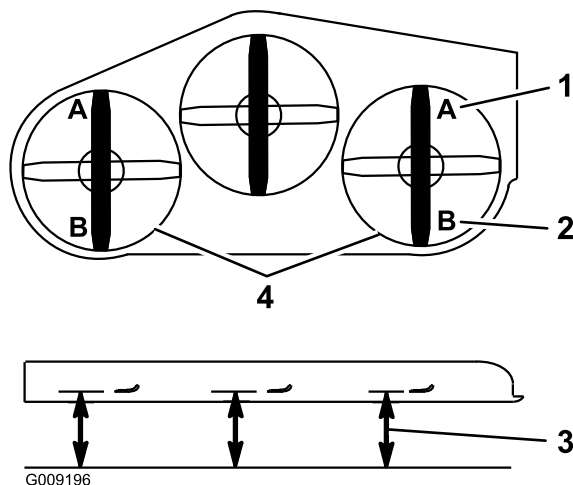

Figure 89
9. De chaque côté du tablier de coupe, mesurez la distance entre la surface plane et la pointe avant de la lame (position A), comme montré à la Figure 89.
15. De chaque côté du tablier de coupe, mesurez la distance entre la surface plane et la pointe arrière de la lame (position B), comme montré à la Figure 89.